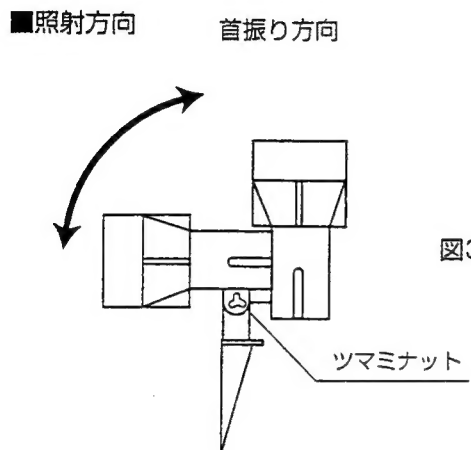

図3
3. ツマミナットを少しゆるめて灯具を照射方向に合わせてからツマミナットを締付けてください。(図3)